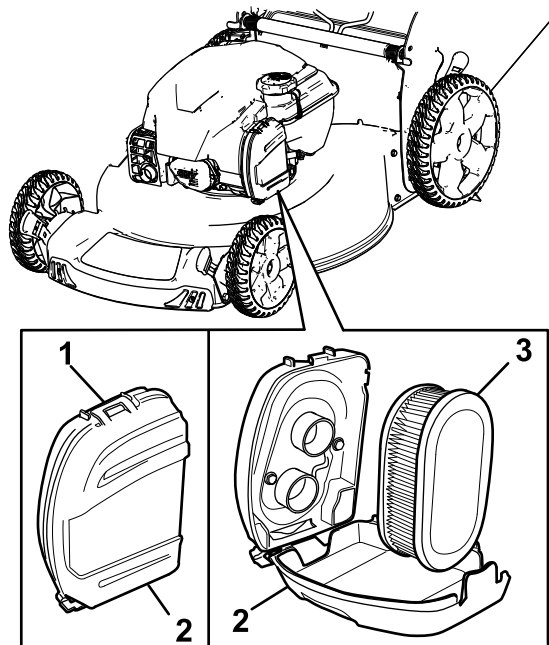

Рисунок 24
1. Расфиксируйте защелку в верхней части крышки воздушного фильтра (Рисунок 24).
2. Извлеките воздушный фильтр (Рисунок 24).